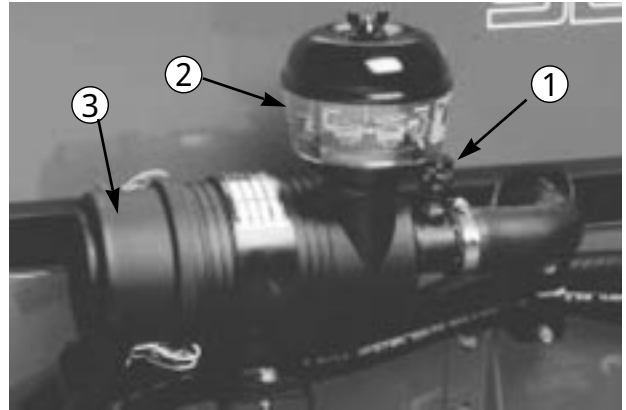

図 46
2. 通常の運転条件では400運転時間ごと、またはインジケータ（図46）の色が赤に変わったら直ちにフィルタの整備を行う。運転条件の悪いところでは整備間隔を短くするが、あまり頻繁におこなうのは良くない。
1. 蝶ナットを取り、カバーと容器（図46）を分離する。
- C. 自然乾燥または熱風乾燥 (70) する。電球での乾燥はフィルタを傷めるので避ける。
9. インジケータ (図46) が赤になっていればリセットしておく。